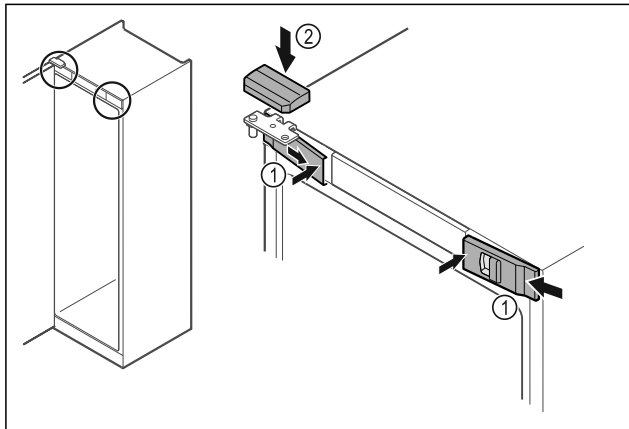

Fig. 52
- ▶ Zaháknite predné kryty Fig. 52 (1) naboku a zaistite ich vnútri.
- ▶ Zaistite horný kryt Fig. 52 (2) zhora.